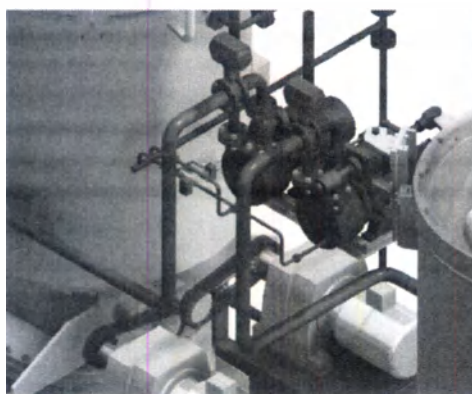

Рисунок 22
- ◆ Проложите трубы впуска вакуумных насосов, присоедините их одним концом ко впуску вакуумных насосов, соблюдая нумерацию деталей, а другим концом - к ответвлению трубопровода подачи воды для охлаждения. (Рис. 22)